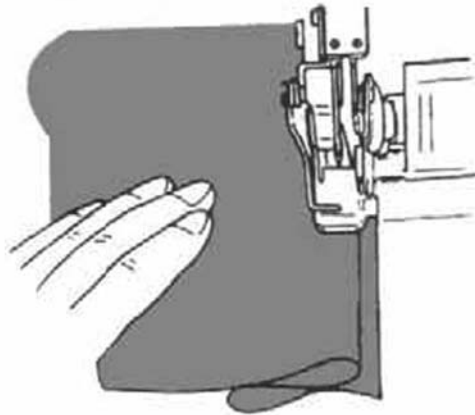

Fig. 95
3. Pliez l'ourlet dans un premier temps à l'envers, puis à l'endroit du tissu, afin que la bordure du tissu dépasse de 6 mm le premier pli (Fig. 95).